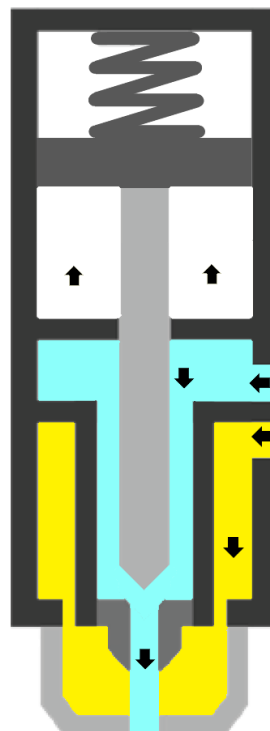

Figura 04 – Fase dosaggio
- Si apre lo spillo ed inizia ad uscire fluido liquido nebulizzato (Figura 04);